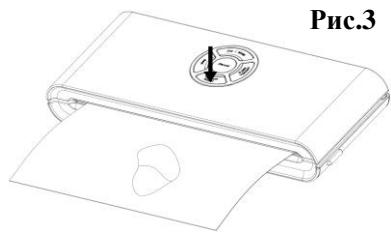

Рис.3
6. Далі натисніть кнопку «VACUUM & SEAL». Прилад автоматично розпочне операцію вакуумування та запечатування — **Рис. 3.**